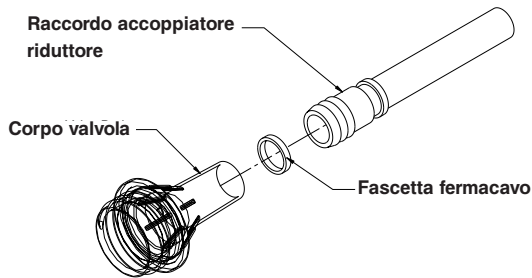

Figura 3
4. Con pinze diagonali, tagliare con attenzione la fascetta più vicino al lato dei piedi del coprimaterasso fissando il tubo flessibile a bassa perdita d'aria e il giunto di riduzione aderente al corpo valvola (vedere Figura 3).
5. Con pinze diagonali, tagliare con attenzione la fascetta più vicino al lato dei piedi del coprimaterasso fissando il tubo flessibile a bassa perdita d'aria e il giunto di riduzione aderente al corpo valvola (vedere Figura 3 a pagina 20).